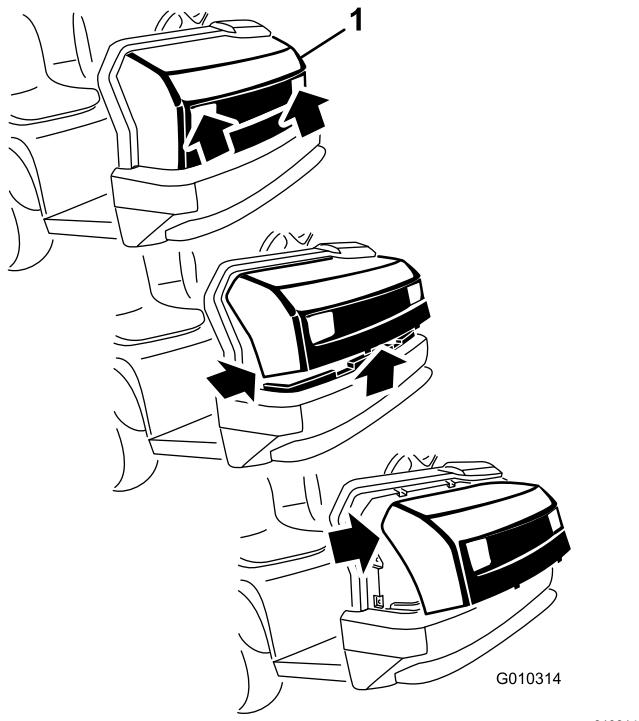

Figura 39
3. Desloque a parte superior do capot para a frente e desligue os conectores de fios dos faróis (Figura 39).
1. Segurando firmemente no capot pelas aberturas dos faróis, eleve o capot para soltar as patilhas de montagem inferiores das ranhuras da estrutura (Figura 39).
2. Incline a parte inferior do capot para cima até ser possível retirar as patilhas de montagem superiores das ranhuras da estrutura (Figura 39).